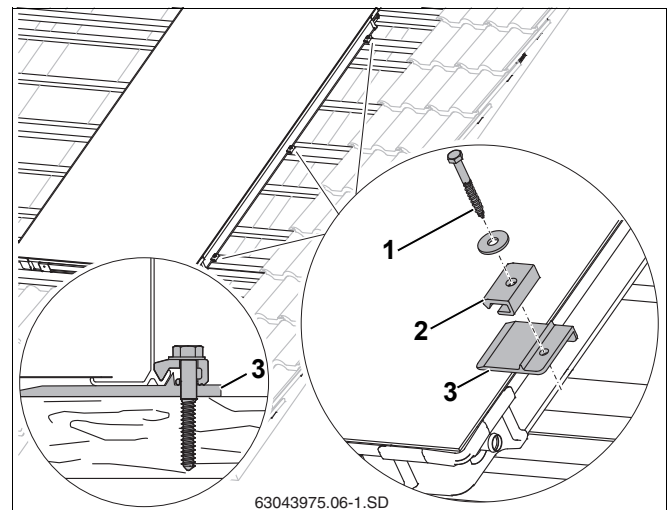

Рис. 25 Укладка и крепление первого коллектора
- ▶ Слегка приподнимите коллектор и сдвиньте вниз под коллектор правые подкладные пластины (рис. 25, поз. 3) на 2-ой и 3-ей дополнительных рейках, а также в середине коллектора на имеющейся рейке так, чтобы выступ уперся внизу в край коллектора.
- ▶ Для винта (рис. 25, поз. 1) нужно заранее просверлить отверстие сверлом 4 мм.
- ▶ Закрепите односторонний прижим (рис. 25, поз. 2), установив винт 6x40 (рис. 25, поз. 1) и подкладную шайбу (используйте ключ SW 10).